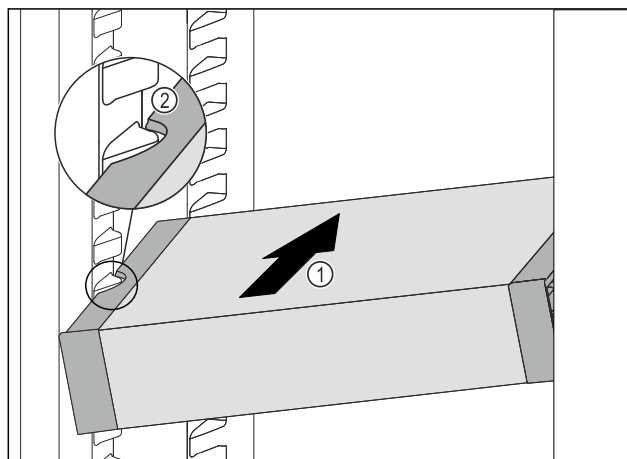

Fig. 31
- Zasuňte VarioSafe do chladničky pod úhlem tak Fig. 31 (1), aby vybrání na bocích Fig. 31 (2) VarioSafe byla na úrovni žebrování na nádoby v chladničce.